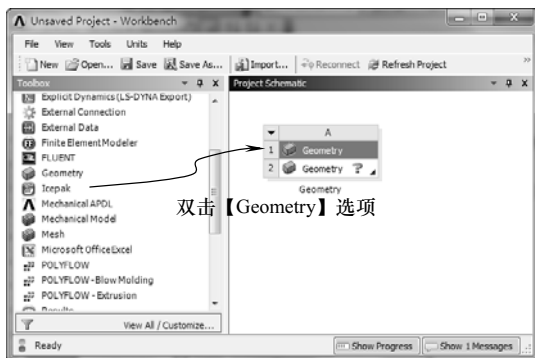

图 5-60 创建分析项目 A
3) 双击【Toolbox (工具箱)】中【Component Systems】下的【Geometry】选项, 即可在【Project Schematic (项目管理区)】创建分析项目 A, 如图 5-60 所示。